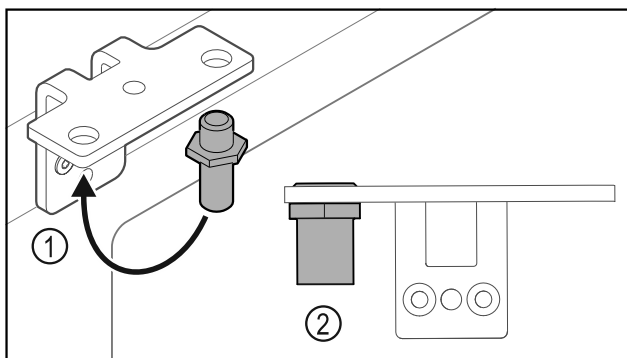

Fig. 32
- Premiestnite čap Fig. 32 (1) v uholníku závesu.
- Utiahnite čap Fig. 32 (2) **ťahovacím momentom 12 Nm**.